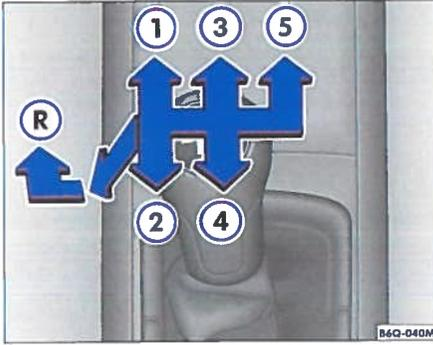

Abb. 84 Detail von der Mittelkonsole: Schalt-schema vom 5-Gang-Schaltgetriebe
- Drücken Sie den Schalthebel nach unten und schieben Sie dann den Hebel ganz nach links und nach vorn in die Rückwärtsgangposition ⇒ Abb. 84 (R), wie auf dem Schaltdiagramm auf dem Schalthebel dargestellt.